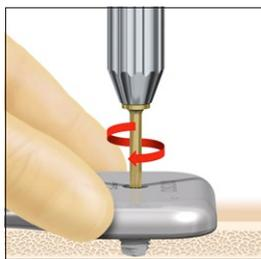

Fig. 21 : Fixation du vibreur sur l'implant BI300.
8. Placez le centre du vibreur sur le dessus de l'implant BI300 et serrez doucement la vis de fixation à l'aide du tournevis, tout en tenant le vibreur avec les doigts (*Fig. 21*).